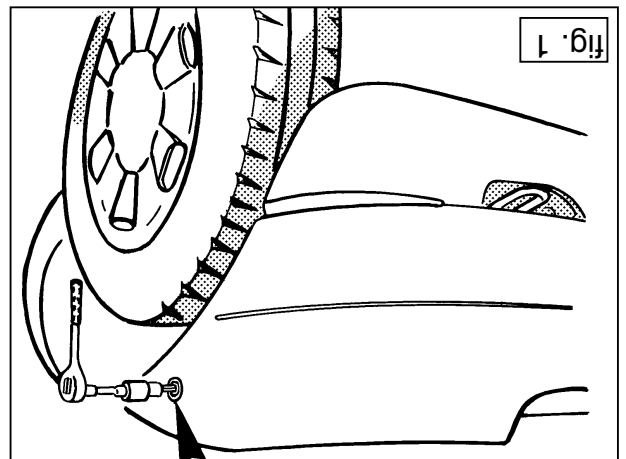
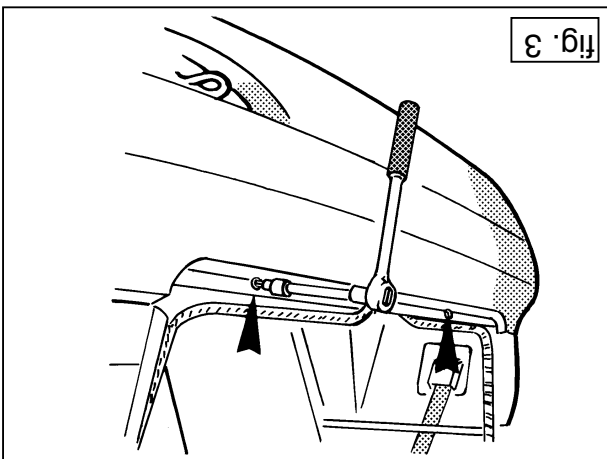

fig. 1
fig. 3
1. Die Stoßstange entsprechend Fig.1 bis Fig.3 demontieren. Die Nummernschildbeleuchtung in der Mitte der Stoßstange entfernen.
1. Démontez le pare-chocs conformément aux fig. 1 à 3. Détachez le dispositif d'éclairage de la plaque d'immatriculation au milieu du pare-chocs.
1. Demonter kofangeren ifølge fig.1 til og med fig.3. Demonter nummerpladebelysningen midt på kofangeren.